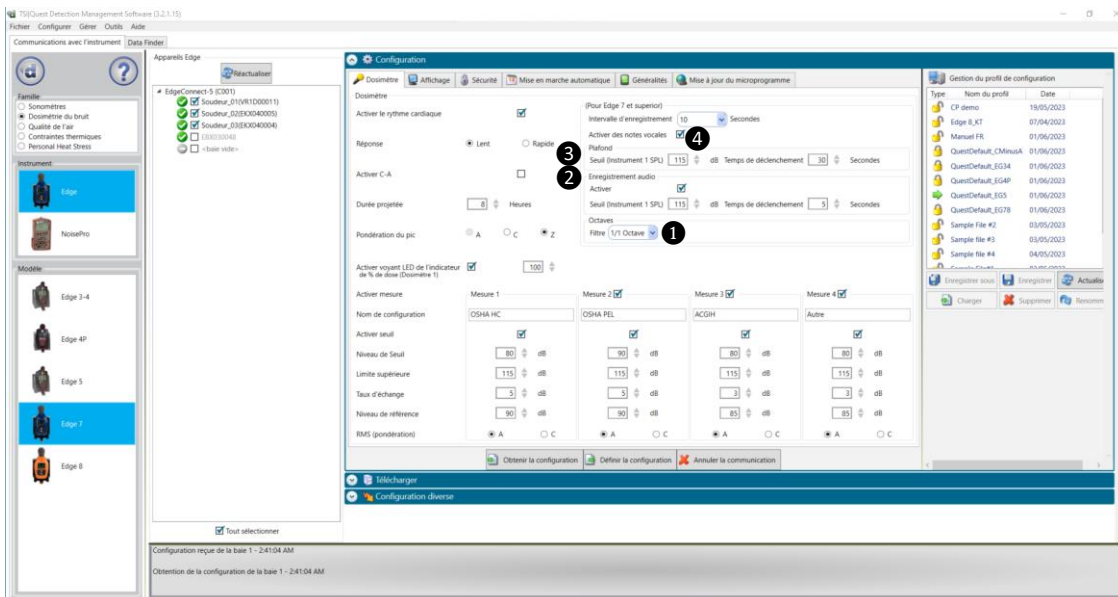
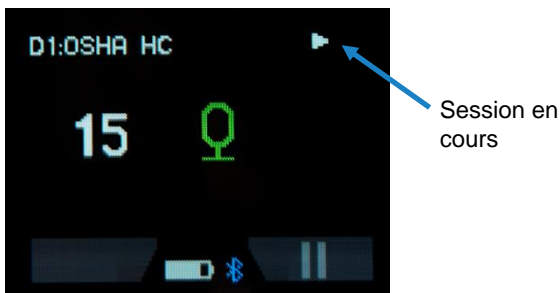

Figure 3-7 : Écran de réglage des paramètres du dosimètre DMS Edge
Figure 3-8 : Écran d'enregistrement des notes vocales
Notes vocales	Lorsque cette option est activée (cochée) dans DMS, l'utilisateur peut, en appuyant sur un bouton sur le Edge, prendre des notes verbales de 14 secondes sur, par exemple, le site de travail, ou encore la description d'un événement sonore. Ces événements audios enregistrés peuvent être visualisés et lus dans le panneau Graphique des données enregistrées (voir ④ Figure 3-7).
Plafond	La fonction Plafond, qui est toujours activée sur le Edge, incrémente un compteur chaque fois que le niveau sonore mesuré par le capteur 1 a dépassé le niveau seuil spécifié pour le temps de déclenchement spécifié. Cette valeur de compteur enregistrée peut être affichée dans le Tableau sommaire de données en activant le seuil du plafond (voir ③ Figure 3-7).
Enregistrement audio	Lorsqu'elle est activée (cochée) dans DMS, cette fonction enregistre automatiquement 14 secondes d'un événement sonore chaque fois que le niveau sonore mesuré par le capteur (dosimètre interne) 1 dépasse le niveau seuil pendant le temps de déclenchement donné. Les événements audio résultants peuvent être visualisés et lus dans le panneau diagrammes de données enregistrées (voir ② Figure 3-7).
Filtrage des octaves	Le filtrage Octaves s'applique uniquement au compteur 1. Les données résultantes peuvent être affichées dans les panneaux de diagramme et de tableaux de filtre. Il affiche les valeurs/graphique SPL (Sound Pressure Level), Lavg et Lmax, entre autres, pour chaque bande de fréquence dans un spectre audio donné. Il existe deux paramètres de filtre Edge Octaves : <ul style="list-style-type: none">• OFF - Pas de filtrage (pour les mesures à large bande uniquement)• 1/1 octave - Analyse de la bande d'octave complète (31,5 Hz à 8 kHz) (voir ① Figure 3-7).
Le modèle EG7 est équipé d'un filtre à bande octave qui peut être activé via DMS. La fonction Bande octave n'est disponible que pour le compteur 1 (voir Figure 3-7).
Le EG7 est équipé d'une fonction de note vocale (voir Figure 3-7). Pour démarrer un enregistrement, appuyez une fois sur le bouton latéral du EG7. Un écran d'enregistrement s'affiche avec un compte à rebours de 15 secondes (voir Figure 3-8). Après le compte à rebours, l'écran revient à son affichage d'origine. Cette action peut être répétée au besoin. L'enregistrement est automatiquement enregistré sur l'instrument mais ne peut être écouté ou visualisé que dans le logiciel DMS (l'étude doit être téléchargée pour lire le fichier audio), avec l'historique temporelle appropriés. Le nombre maximal de notes vocales est de 10. Si ce nombre est atteint, le symbole mémoire pleine ou notes vocales pleines  apparaîtra. La session en cours reste ininterrompue pendant l'enregistrement.
L'EG7 peut enregistrer automatiquement l'audio d'un événement de bruit au-dessus d'un niveau prédéfini dB. L'enregistrement audio est enregistré sur l'instrument et ne peut être écouté ou visualisé que via DMS (l'étude doit être téléchargée pour lire le fichier audio). La session en cours reste ininterrompue pendant l'enregistrement (voir Figure 3-9). Un temps de déclenchement personnalisé peut être défini pour activer l'enregistrement uniquement lorsque ce niveau de bruit dure sur une période de temps donnée (voir Figure 3-7). Cette fonction est particulièrement utile pour les diagnostics rapides et permet de gagner du temps lors de l'analyse des données de bruit. Chaque enregistrement dure 15 secondes et le nombre maximal d'enregistrements audio est de 10. Si ce nombre est atteint, le  symbole mémoire pleine ou enregistrement audio plein apparaît.